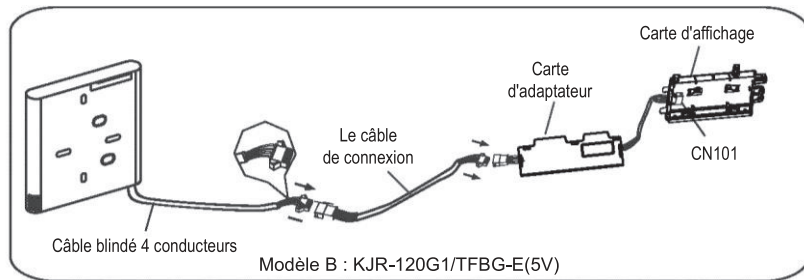

Fig. 3-3(B)
- Connectez la prise femelle du groupe de câbles de la carte d'adaptateur à la prise mâle du groupe de câbles de connexion. Connectez ensuite l'autre côté de la carte d'adaptateur à la carte d'affichage. (Fig. 3-3(B))